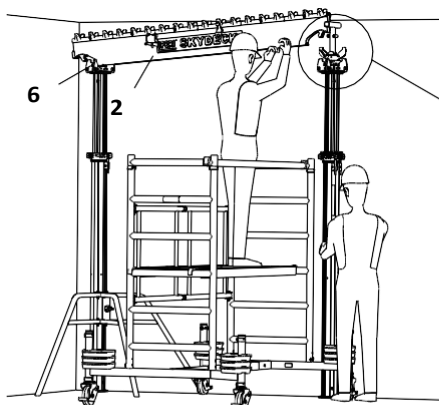

Fig. A4.01
3. Поставете подпора с падаща глава (1). Разстояние от стената 2.275 m. (Fig. A4.01)